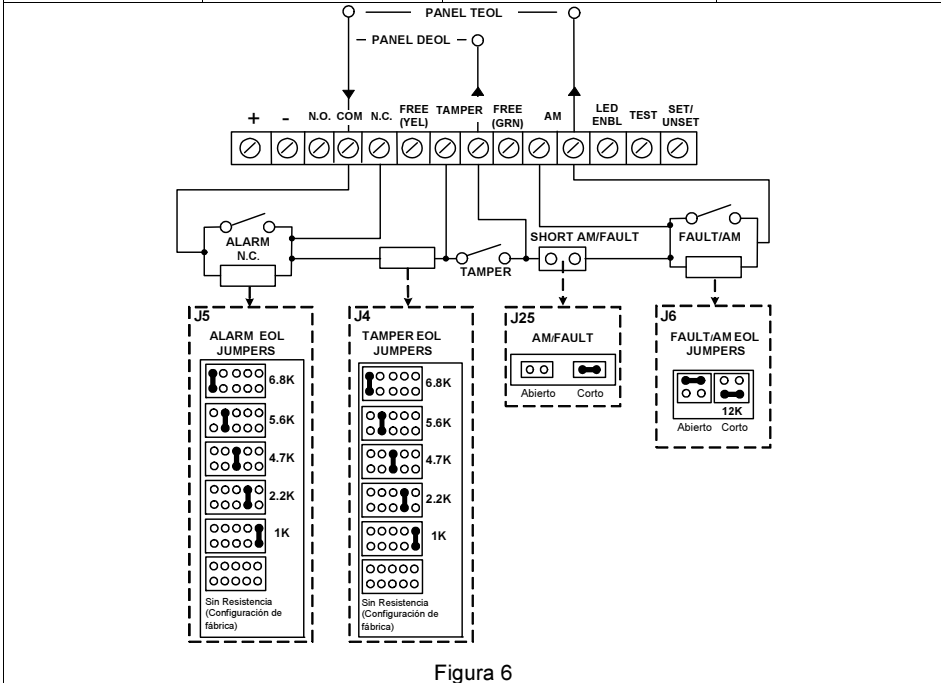

Figura 6
3. Abra los agujeros pre-marcados en la base externa (Figura 6, Detalle B)
4. En el accesorio de la rótula elimine el agujero pre-marcado que necesite para pasar el cableado por la rótula: S2, S7 o S9 (Figura 6, Detalle A).
5. Extraiga el tamper posterior de la base interna (véase el párrafo "Cambiando la Posición del Tamper Posterior") y conéctelo a S5 (Figura 6, Detalle A) en la Rótula Estándar.
- a. Inserte el cableado del cable externo a través de los agujeros pre marcados S2, S7 o S9 y sáquelos (incluyendo los cables del tamper) a través del Conducto de Cables de la Rótula (Figura 6, Detalle B).